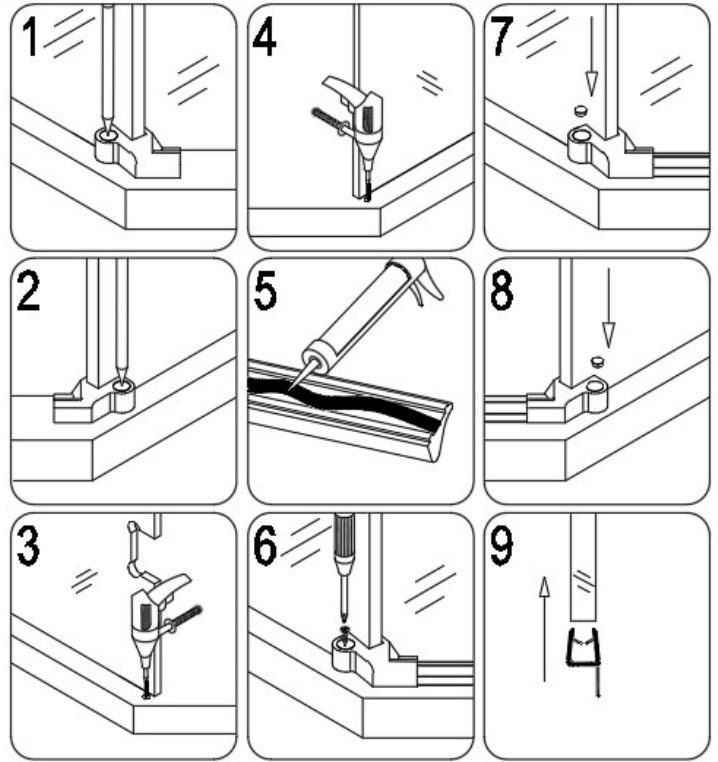
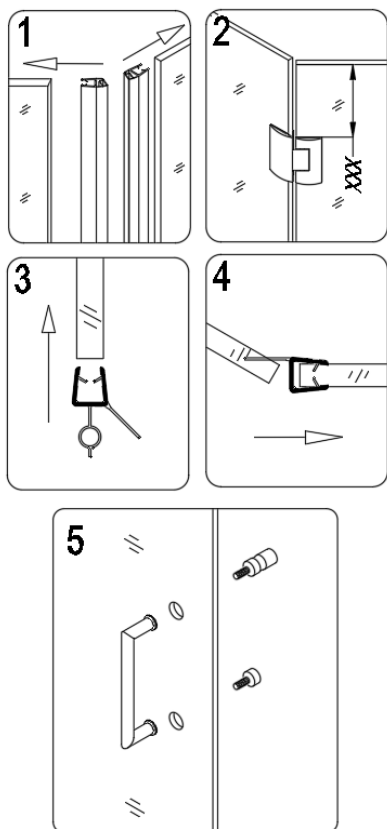

Рис.6
Рис. 9
9. Прикрепите нижний держатель порожек к неподвижному стеклу. Отметить отверстие в полу или душевом поддоне через прорези кронштейна. Приклейте алюминиевый порожек к душевому поддону или полу при помощи герметика. Закрепите кронштейн на полу или поддоне с помощью Круглого винта ST 4,2 x 30 (08) и закройте головку винта декоративной крышкой. Смотрите рис. 6 инструкции.
10. Измерьте расстояние между верхним краем стеклянной двери и верхним краем верхней петли. Отрежьте кусок от уплотнителя (13) ножом по длине в соответствии с вашими измерениями. Повторите это, для нижней части стеклянной двери. Затем измеряйте расстояние между нижней кромкой верхней петли и верхней кромкой нижней петли и отрежьте остальную часть полосы до нужного размера. Откройте дверь в центральной секции и установите все магнитные уплотнители на вертикальной кромке стеклянной двери. Установите нижний уплотнитель против воды (15) на нижней кромке стеклянной двери и магнитный уплотнитель (14) на вертикальной кромке неподвижного стекла 2. см. 9 инструкции.
11. Установите ручку (06) на дверь. Смотрите рис. 9 инструкции.